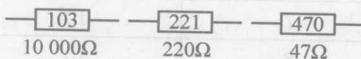

图 1-7 用数码法标识的电阻器示意图
(3) 数码标识法。数码标识法就是用3位整数来表示电阻阻值的方法。数码从左向右前两位表示有效值，第三位表示乘以10的n次方或后面添加零的个数，单位为Ω。如：512J 表示阻值为 5100Ω ，误差为 $\pm 5\%$ ；393 k 表示阻值为 39000Ω ，误差为 10% 。数码表示法常用来标识贴片电阻器或进口电阻器。用数码法标识的电阻器示意图如图 1-7 所示。